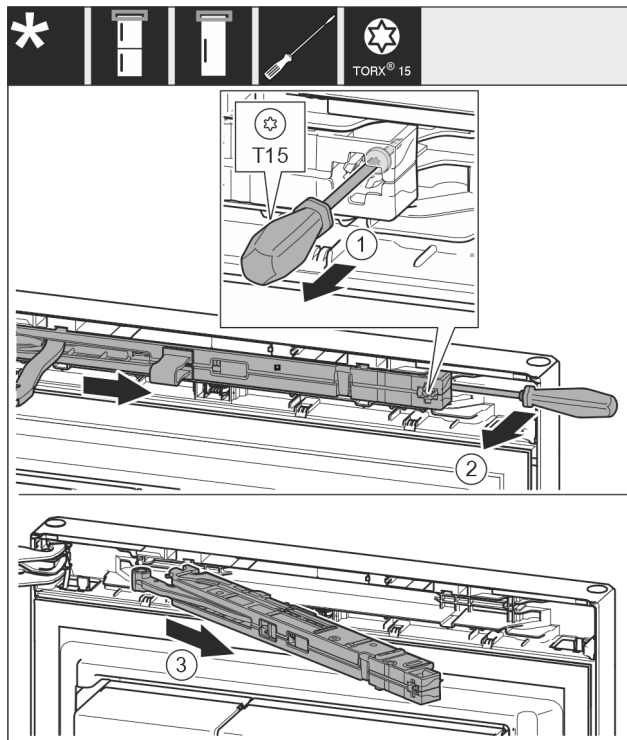

Fig. 11
- Odvijte vijak Fig. 11 (1) na enoti blažilnika za zapiranje vrat z izvijačem 14 mm.
- Dvignite enoto blažilnikov Fig. 11 (2) na strani ročaja z izvijačem v smeri naprej.
- Izvlecite enoto blažilnikov Fig. 11 (3).